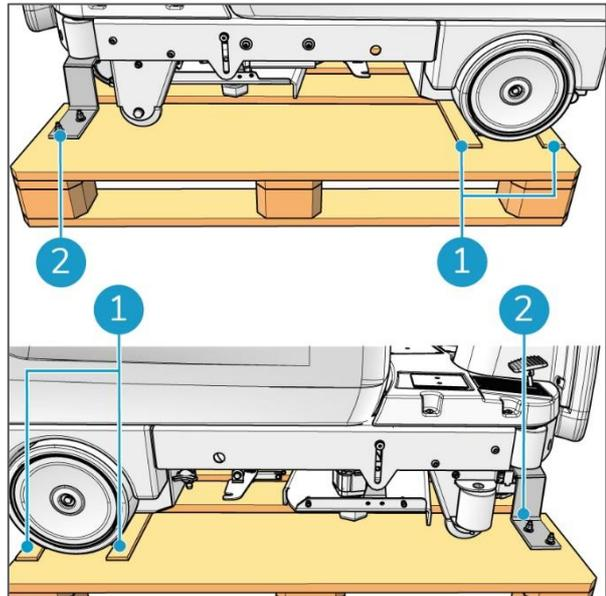

Figure 12
1. Desserrez les supports métalliques situés à l'avant, à gauche et à droite (Figure 12, pos. 2).
2. Retirez les deux planches de bois qui servent à caler les roues arrière (Figure 12, pos. 1). Vous pouvez désormais sortir librement l'i-drive de la palette.